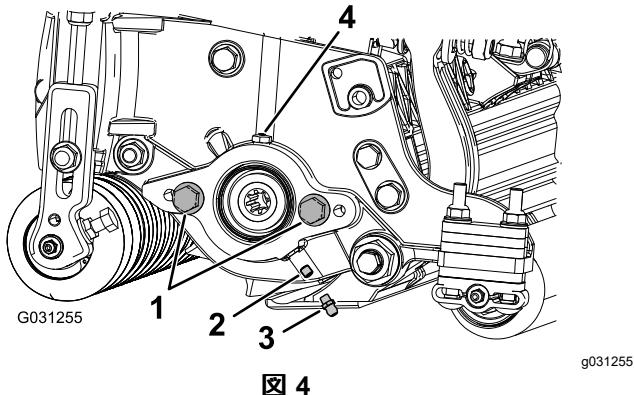

図 4
ねじは廃棄する 図 4。
2. グリスフィッティングストレートを取り付ける 図 4。
2. リールモータのサイドプレートにキャップスクリュが付いていない場合は取り付ける 図 4。
5. サイドプレートからグリスを注入する。グリスポートからグリスが漏れてくるまで入れること 図 4。